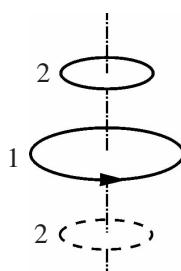

图 1-3-12
6. 如图 1-3-12 所示，一水平放置的圆形通电线圈 1 固定，另一个较小的圆形线圈 2 从线圈 1 的正上方下落，在下落的过程中两线圈平面始终保持平行且共轴，则线圈 2 从线圈 1 的正上方下落至线圈 1 的正下方的过程中，从上向下看，线圈 2 是否有感应电流？若有感应电流，方向如何？